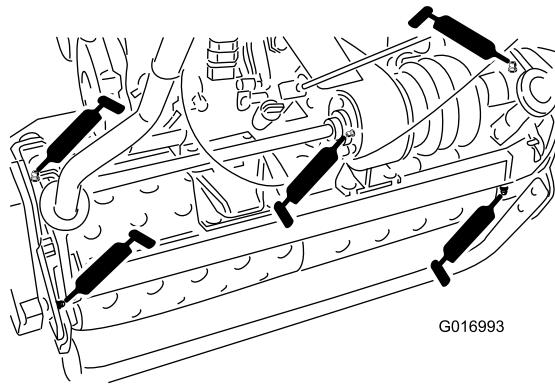

Figure 23
- 2 sur les axes du tambour (Figure 23)
- 3 sur le différentiel (Figure 23)